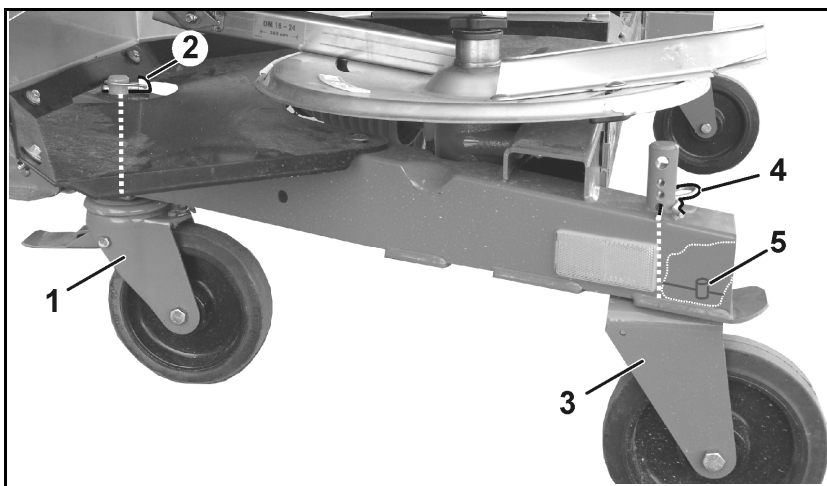

Fig. 40
5. Role de frânare direcționabile (Fig. 40/1) față
- o montați și asigurați cu șplinturi (Fig. 40/2), respectiv
6. Role rigide (Fig. 40/3) spate
- o montați și asigurați cu șplinturi cu arc (Fig. 40/4) în orificiile cele mai de jos, respectiv
La montarea rolor rigide, aveți în vedere ca bolțul (Fig. 40/5) să treacă prin gaura cadrului și astfel să imobilizeze rolele în direcție longitudinală.